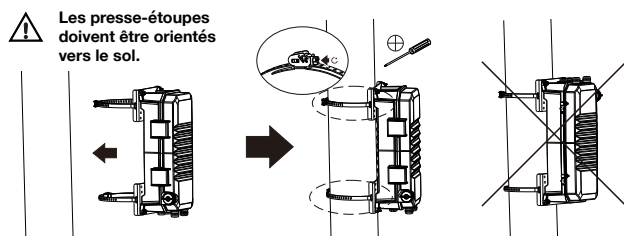

Fig. 25
- 1.5 Fixez les bandes de poteau au poteau et serrez avec la fermeture (Fig. 25).